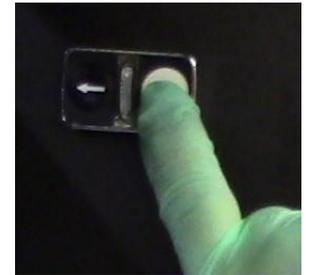

Рисунок 7-6 Кнопка подачи материала
5. Нажмите кнопку **Feed** (Рисунок 7-6) для вращения ролика и доступа к неочищенной его части.